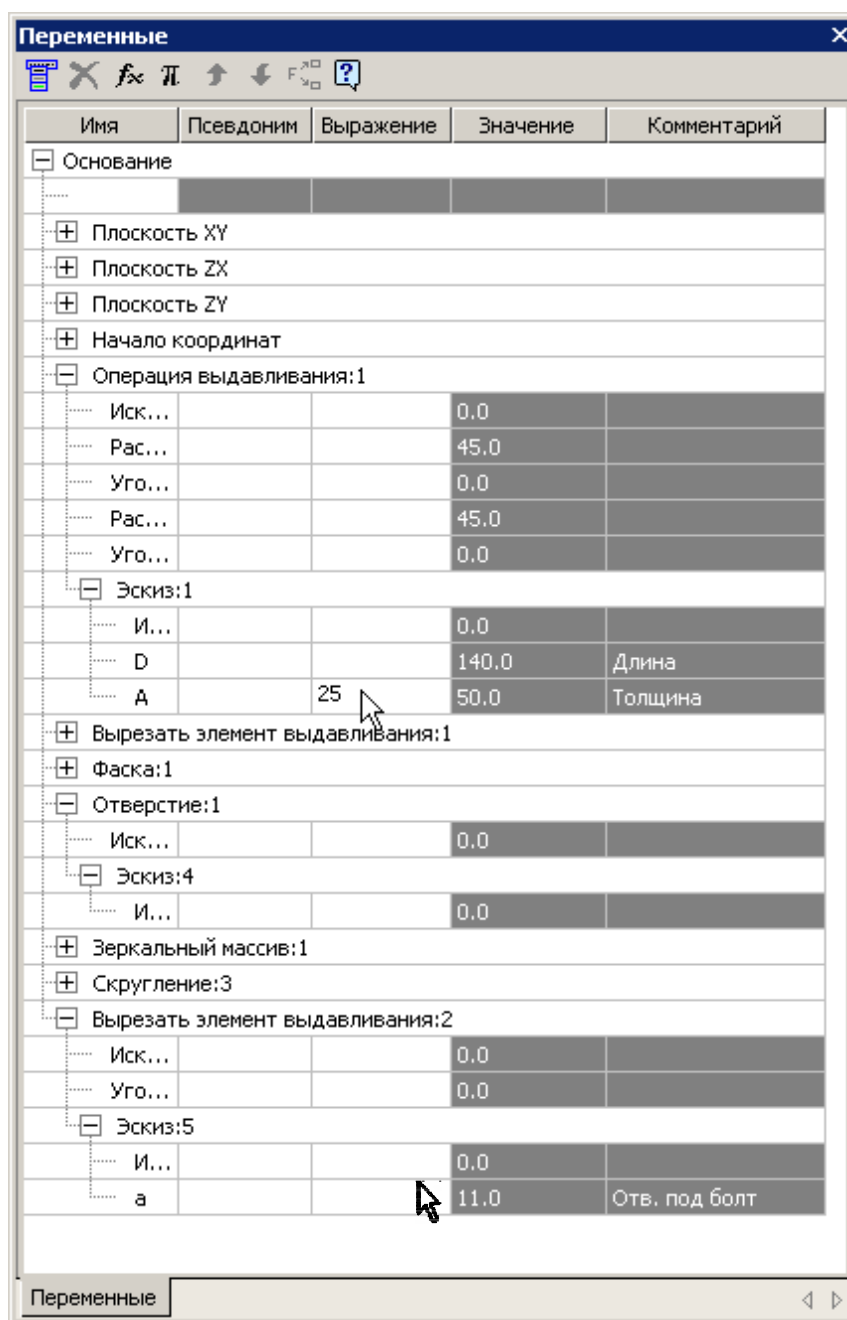

Рис. 4
• Откройте модель детали «Основание» и нажмите кнопку **Переменные**  на панели **Стандартная**.³ В открывшемся окне раскройте: **Операция выдавливания 1 – Эскиз 1**. В данной детали значение толщины «А» (переменная А) равно 50 мм, а должно быть «25». Чтобы изменить значение толщины установите курсор в графу «Выражение» и введите значение «25», рис. 4. Нажмите клавишу [Enter] и кнопку **Перестроить**  (или F5).
Если необходимо изменить диаметр отверстий под болт, измените значение переменной a в команде **Вырезать элемент выдавливания 2**, рис. 4. Закройте окно **Переменные**. Проверьте параметры отверстий под шпильку с учетом материала детали